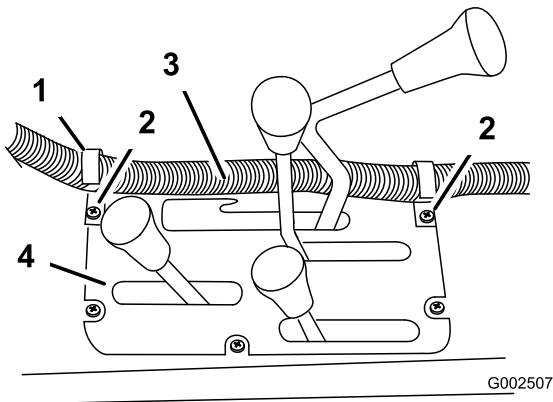

Figura 26
6. Instale dos abrazaderas en la consola central en los puntos indicados en Figura 26 usando los tornillos existentes.